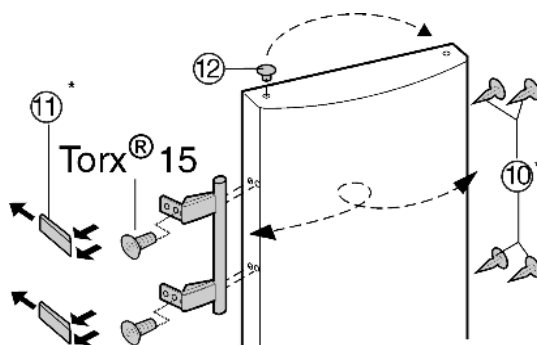

Fig. 7
- ▶ Vyjměte zátku Fig. 7 (12) z pouzdra ložisek dveří a přemístěte je.
- ▶ Odmontujte kliku dveří, zátku Fig. 7 (10) a krycí destičky Fig. 7 (11) a nasadte na druhou stranu.